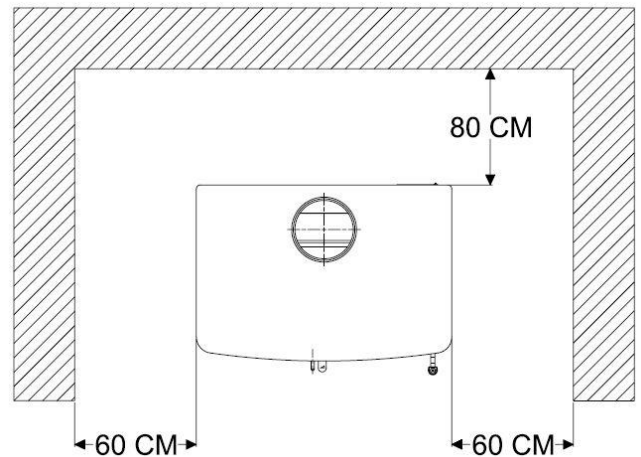

FIG. 6 - DISTÂNCIAS DE SEGURANÇA
- Quando se instalar a estufa, ter em conta as distâncias de segurança necessárias, quer da estufa, quer da chaminé, até às superfícies combustíveis (paredes de madeira ou forradas a papel, solos de madeira, etc.). Estas mesmas distâncias devem ser respeitadas quando o recobrimento das paredes ou de zonas próximas é suscetível de ser deteriorado ou deformado pelo efeito da temperatura (vernizes, tintas, P.V.C. etc.). Fig. 6